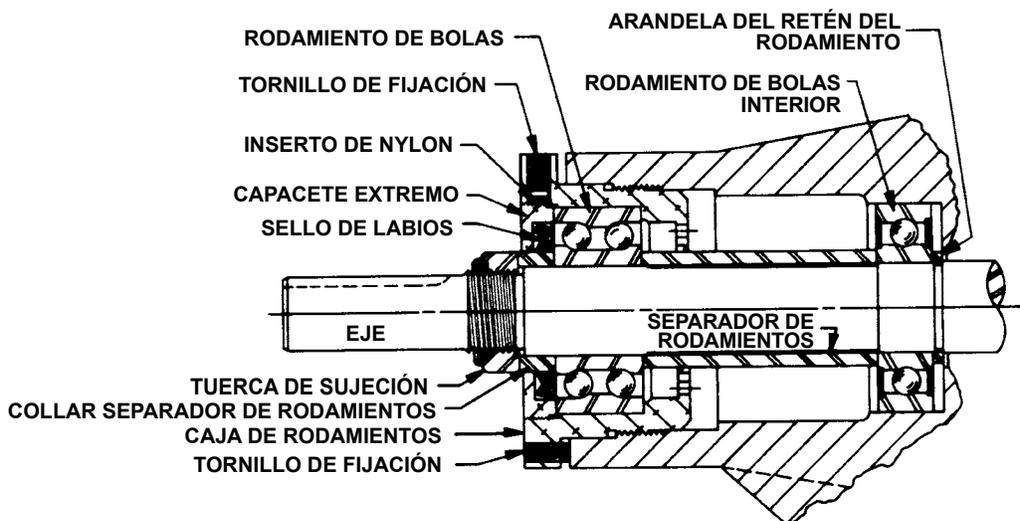

FIGURA 10 – CONJUNTO DE RODAMIENTOS DE EMPUJE DE LOS TAMAÑOS AS, AK Y AL
AS, AK, AL: Retire el espaciador de rodamientos del eje. Consulte la **figura 10** de la página 6
11. **AS, AK, AL:** Retire la arandela del retén de rodamiento. Es posible que la arandela pueda haberse quedado adherida al rotor y el eje cuando se le retire o esté contra el rodamiento de bolas. Consulte la figura 10.
AS, AK, AL: Suelte los dos tornillos de fijación en el diámetro exterior de la brida. Gire el capicete extremo y el sello de labios en sentido contrario al de las agujas del reloj y retírelos. Retire el rodamiento de bolas. Consulte la figura 10.
AS, AK, AL: Instale el separador de rodamientos sobre el eje y contra el rodamiento de bolas de una fila. Consulte la **figura 10** de la página 6.
AS, AK, AL: Instale el rodamiento de bolas en la caja de rodamientos. Instale el sello de labios en el capicete extremo de la caja de rodamientos. El labio debe mirar hacia el extremo del eje. Coloque el collar separador de rodamientos en el sello de labios e instálelo en la caja de rodamientos y apriete firmemente los tornillos de fijación. Consulte la **figura 10** de la página 6.